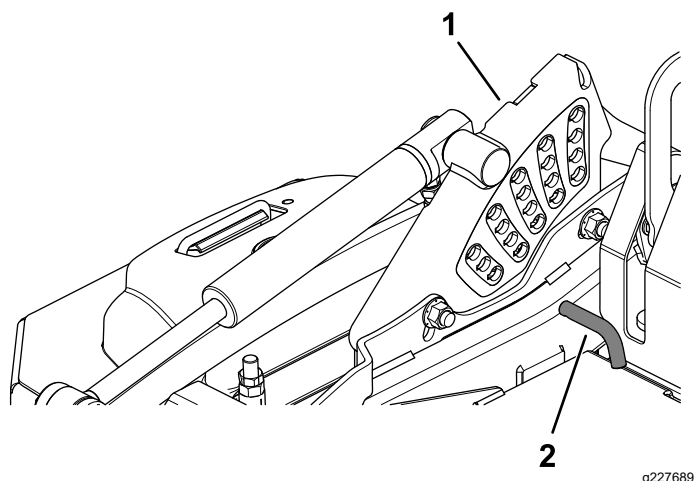

Figure 25
2. Tournez la goupille de hauteur de coupe jusqu'à ce que la goupille cylindrique située à l'intérieur soit en face des fentes dans les trous du support de hauteur de coupe et retirez-la (Figure 25).
3. Insérez la goupille de hauteur de coupe dans le trou correspondant à la hauteur de coupe voulue (Figure 25).
Les différentes hauteurs de coupe sont indiquées sur l'autocollant situé sur le côté de la plaque de levage du tablier (Figure 25).